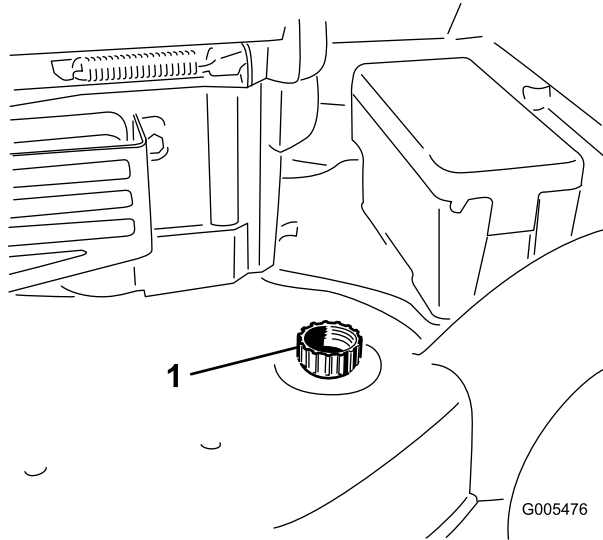

Bild 53
3. Befestigen Sie einen Gartenschlauch, der an einen Wasserhahn angeschlossen ist, am Spülanschluss am Rasenmähergehäuse (Bild 53).